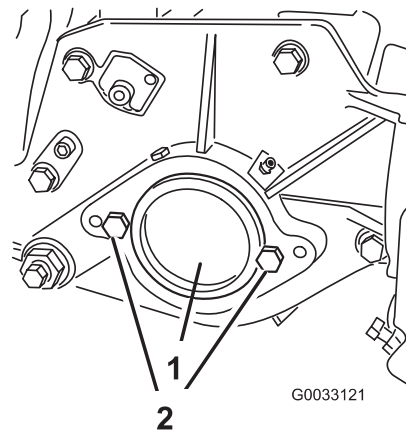

Figure 6
2. A l'extrémité droite du plateau de coupe, retirez l'obturateur en plastique du logement de roulements (Fig. 6).
3. Retirez les 2 vis de la plaque latérale droite (Fig. 6).
2. Vis (2)
5. Placez les 2 vis de fixation du moteur de cylindre sur la plaque latérale gauche du plateau de coupe sans les serrer (Fig. 6).